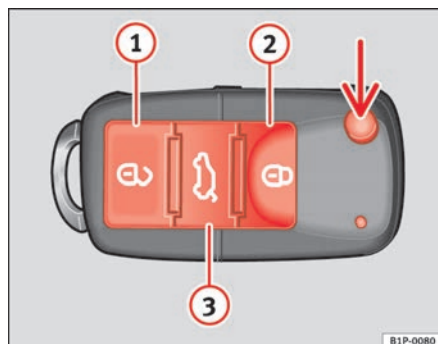

Fig. 43 Tasti della chiave con telecomando
Con il tasto $\Rightarrow$ fig. 43 (freccia) del telecomando, si sblocca lo scatto della chiave.
Apertura del veicolo $\Rightarrow$ fig. 43 ①.
Chiusura del veicolo $\Rightarrow$ fig. 43 ②.
Sblocco del portellone posteriore. Tenere premuto il tasto $\Rightarrow$ fig. 43 ③ fino a quando lampeggiano brevemente tutti gli indicatori di direzione. Al premere il tasto di sblocco $\Rightarrow$ fig. 43 ③, si hanno 2 minuti per aprire il portellone. Una volta trascorso questo periodo si blocca di nuovo.
Per cambiare lo stato bloccato/sbloccato, azionare il pulsante  o il tasto **1** ⇒ **pag. 85, fig. 43** della chiave del telecomando.